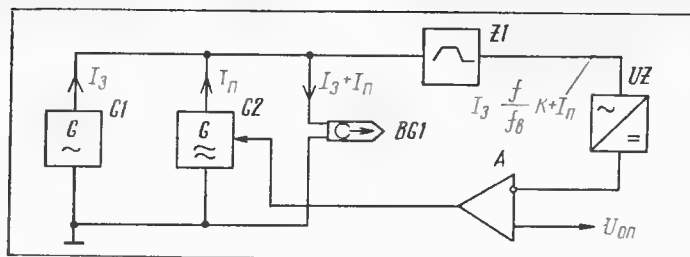

Рис. 2
Функциональная схема системы адаптивного динамического подмагничивания (САДП), обеспечивающей выполнение алгоритма регулирования тока подмагничивания в соответствии с формулой (4), приведена на рис. 2 [6]. Токи записи I_3 и высокочастотного подмагничивания $I_{п}$, генерируемые усилителем записи (УЗ) G1 и генератором подмагничивания G2, суммируются и подаются в магнитную головку записи BG1. Кроме того, сумма токов $I_3 + I_{п}$ подается на взвешивающий фильтр Z1, производящий перераспределение спектральных составляющих в соответствии с выражением (3), т. е. умножающий составляющие сигнала записи на Kf/f_b и пропускающий без изменений сигнал высокочастотного подмагничивания. Детектор квазипиковых значений UZ преобразует скорректированный сигнал в медленно меняющееся напряжение, которое сравнивается с опорным постоянным напряжением компаратора А. Если сигнал на выходе детектора больше опорного, то на выходе компаратора появляется модулирующее напряжение, которое стремится уменьшить амплитуду тока высокочастотного подмагничивания $I_{п}$ и наоборот. Таким образом, сумма $I_3 + I_3 Kf/f_b$ поддерживается постоянной, т. е. САДП, по существу, является системой автоматического регулирования, обеспечивающей динамическое постоянство «эффективного» подмагничивания при изменении спектрального состава и уровня сигнала записи.